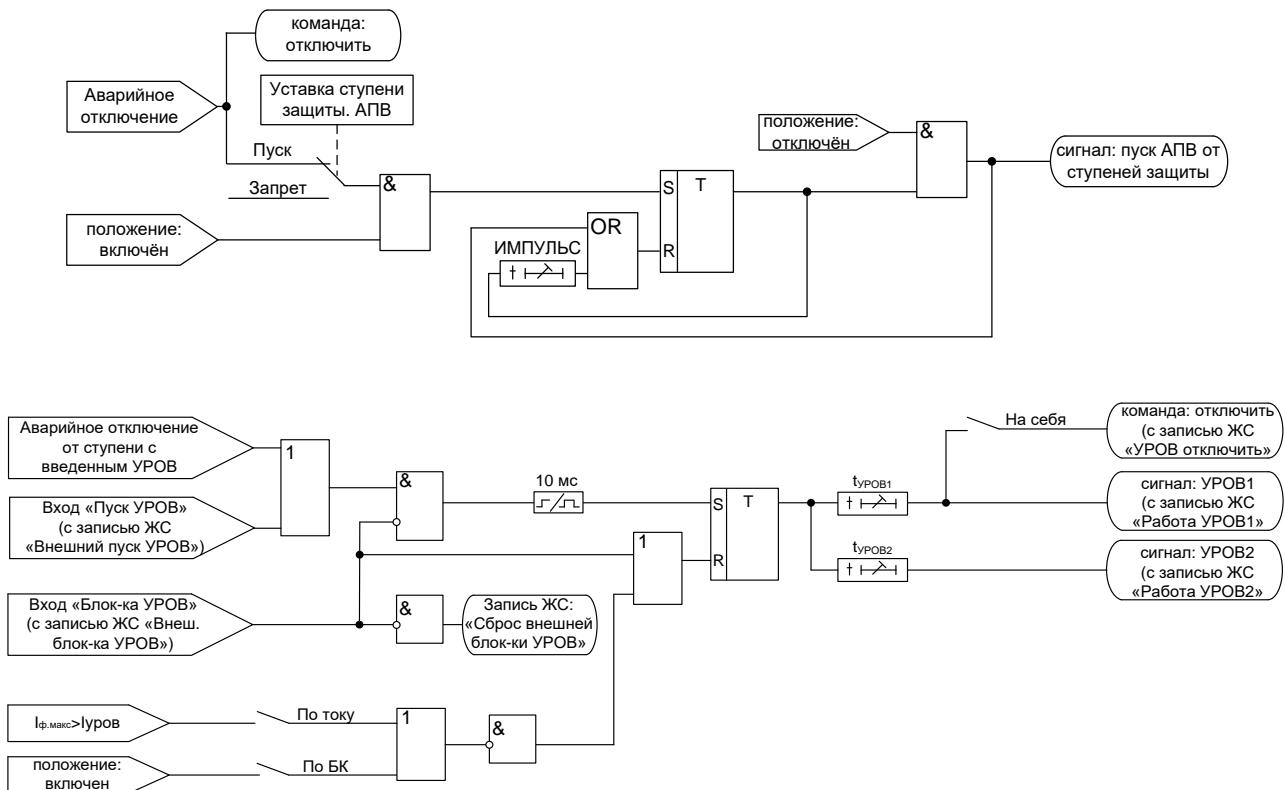

Рисунок 5.5 – Логика работы MP801 при аварийном отключении
1. Выдаётся команда «отключить» (рисунок 5.5).